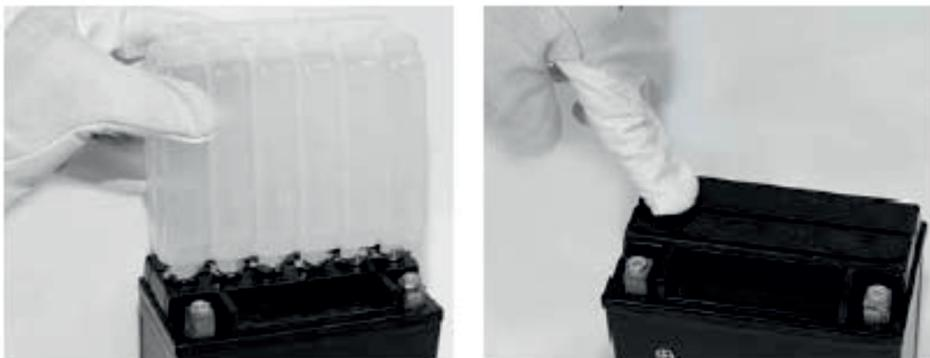

Рис. 10
- Снять с аккумуляторной батареи защитную пластины (рис. 10)